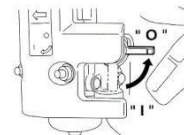

Fig.15
- Fechar a torneira de combustível. (Fig.15)